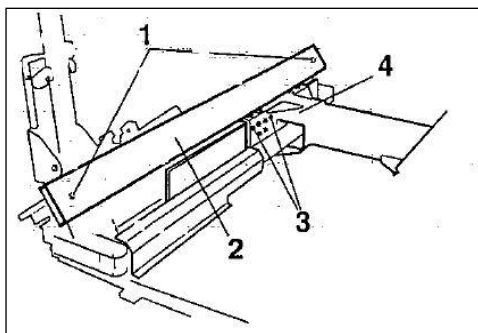

Fig.8.5
- Løsn skruerne på skærmen (1 Fig.8.5), Fjern kædeskærmen (2 Fig.8.5).
- Løsn møtrikkerne (3 Fig.8.5) for hver glidesko på vognen (4 Fig.8.5).
- Stram de fire låsemøtrikker i de øverste glidesko (3 Fig.8.5)
- Påsat kædeskærmen V2 Fig.8.5).